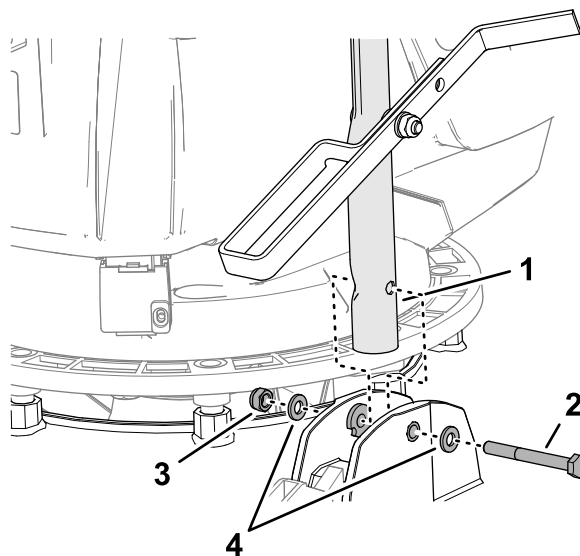

Рисунок 7
3. Зіставте отвір руків'я у втулках (Рисунок 7) і закріпіть руків'я на косарці за допомогою болта (6 x 55 мм), 2 шайб (6 мм) і самостопорної гайки (6 мм).